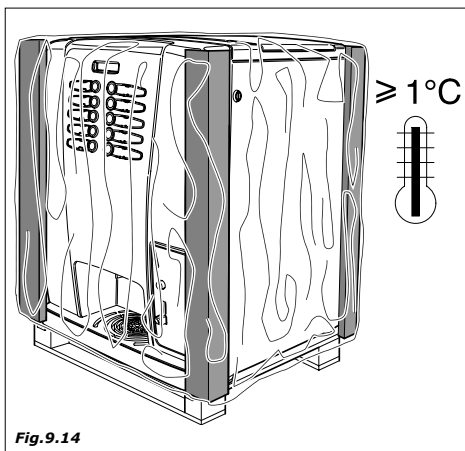

Fig.9.14
- Proteger el exterior con un film o bolsa de celofán (Fig.9.14)